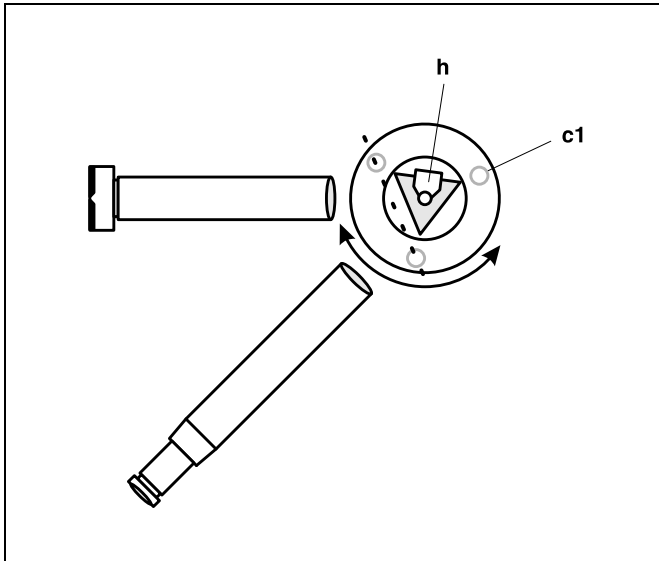
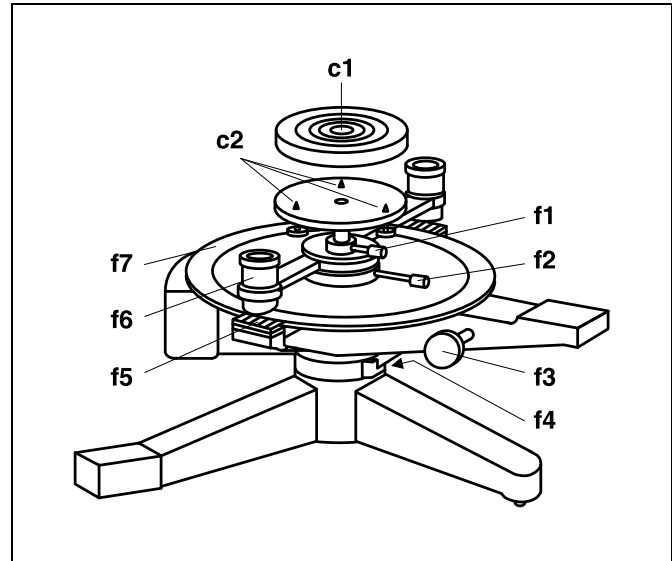

Fig. 6 Ausrichtung der Prismenflächen
Fig. 7 Spektrometer-Grundgerät und Prisentisch
- Fernrohr in einem spitzen Winkel zum Spaltrohr drehen und mit Feststellschraube (f4) fixieren (siehe Fig. 6 und Fig. 7).
- Prisma auf Halter (h) entsprechend Fig. 6 auf den Prisentisch stellen, so daß eine Prismenfläche parallel zur Verbindungslinie zweier Nivellierschrauben des Prisentisches verläuft.